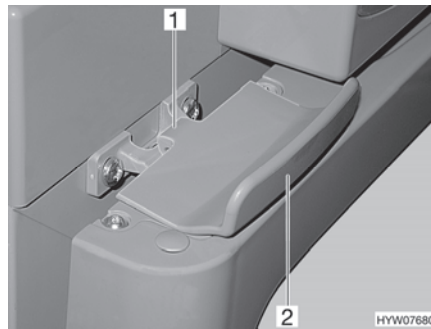

Fig. 138 Dispositif de verrouillage de la porte du réfrigérateur, fermé (Thetford)
- Ouvrir la porte du réfrigérateur sur la poignée (Fig. 138,2). Le verrouillage (Fig. 138,1) sera débloqué automatiquement.